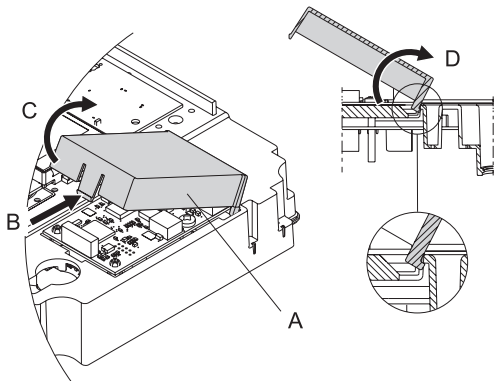

Рис. 15 Снятие крышки модуля CIM
2. Снимите крышку модуля CIM (рис. 15, А), нажав на стопорный выступ (рис. 15, В) и приподняв конец крышки (рис. 15, С). Затем снимите крышку с защёлки (рис. 15, D).